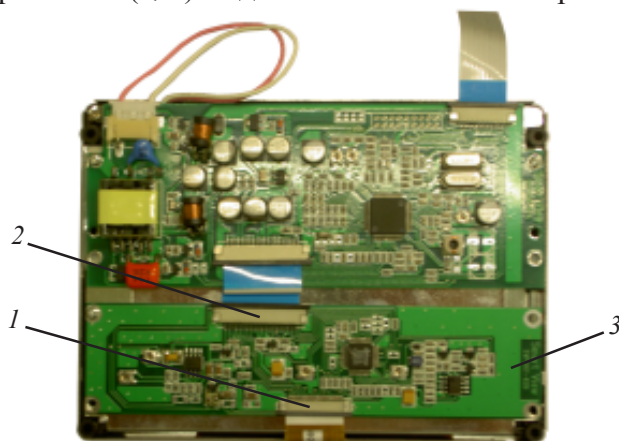

Рис.14.
3. Открыть замки разъёмов (1, 2) под плоские кабели на открывшейся плате (3) (рис.14).